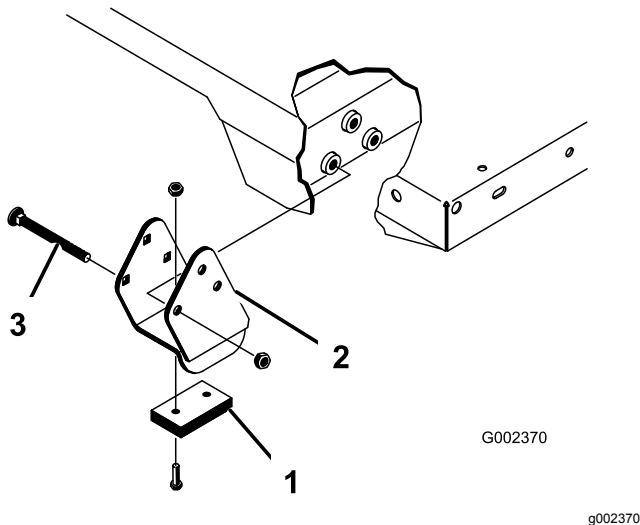

Figura 42
Nota: Certifique-se de que os suportes dos espaçadores e os bloqueios contra desgaste (Figura 42) foram instalados na cabeça das porcas no interior da máquina.
2. Coloque a plataforma com cuidado no chassis, alinhando os orifícios posteriores da placa articulada da plataforma com os orifícios do canal traseiro e coloque dois passadores de forquilha e pinos de sujeição (Figura 42).
4. Introduza o passador de forquilha na parte exterior da plataforma com o pino de sujeição virado para fora (Figura 42).